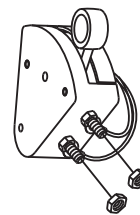

Bild 13. Anslutning säkerhetsbrytare
5. Ta bort en 7 mm mutter från varje terminal på säkerhetsbrytaren. (Låt de befintliga två ledningarna till brytaren vara anslutna.) (Bild 13).